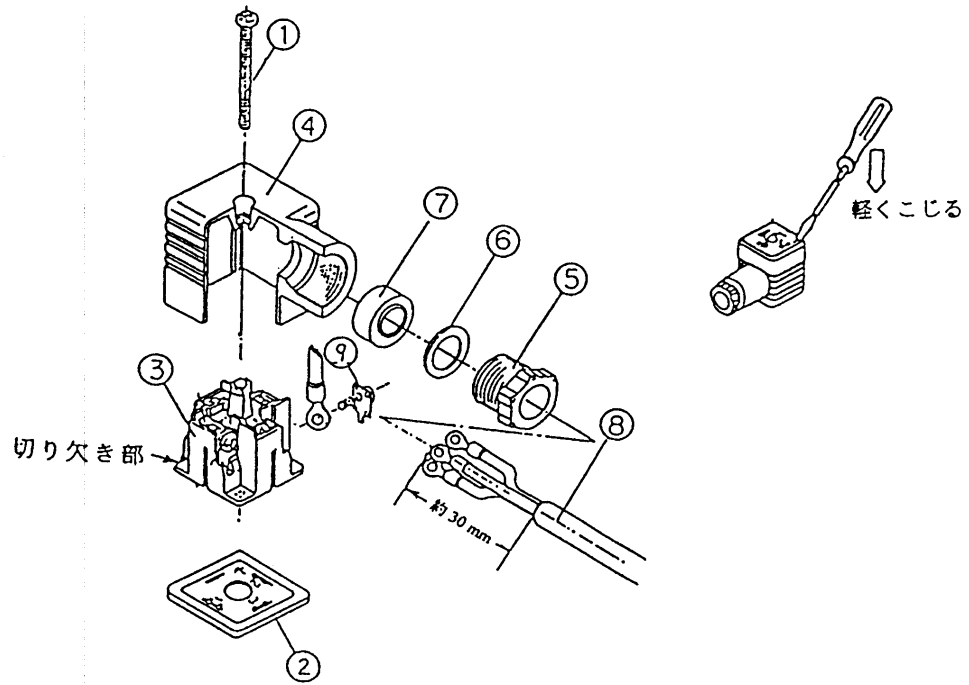

図4 DINコネクタ
3. 6. 1 分解 (図4参照)
3. 6. 2 結線 (図4参照)
- (3) 端子台③よりワッシャー付ネジ⑨を外し、図4のように配線した後、再びワッシャー付ネジ⑨を締め込みます。